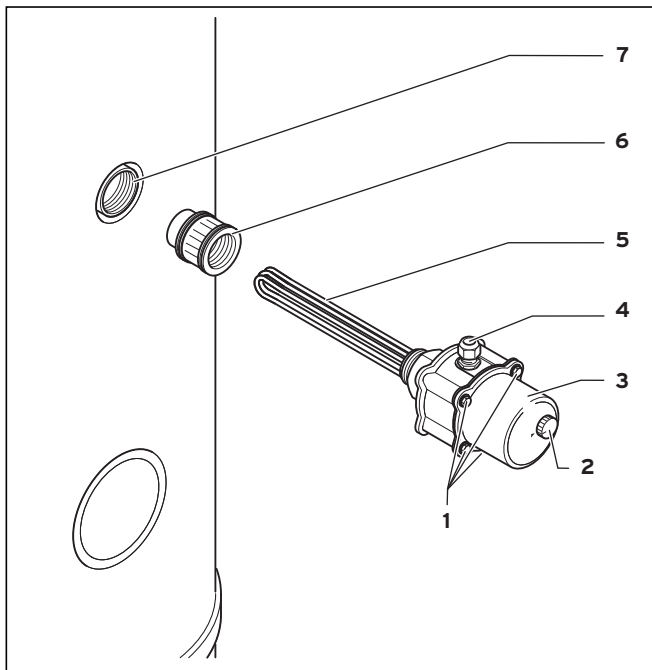
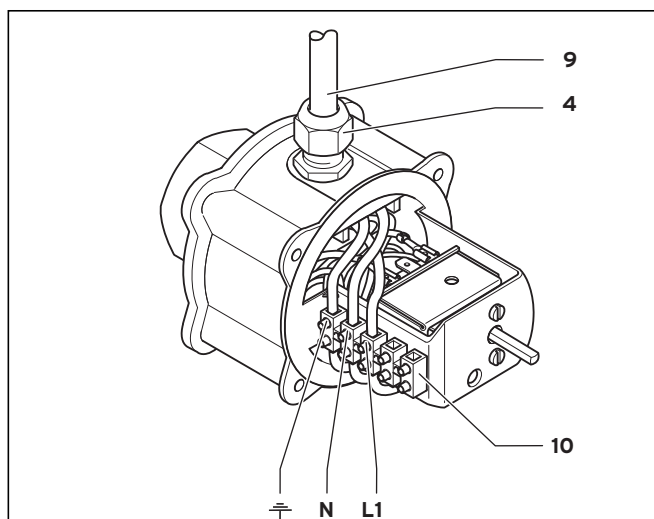
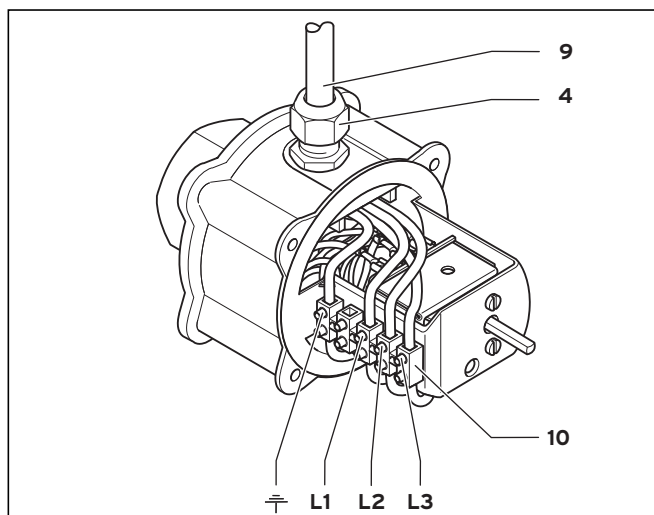

Рис. 1 Установка электронагревательного стержня
Рис. 2 Электромонтаж электронагревательного стержня 230 В
Рис. 3 Электромонтаж электронагревательного стержня 400 В
При выполнении электромонтажа соблюдайте следующий порядок действия (см. рис. 1 – рис. 3):
- Снять кнопку с регулятора (2);
- Ослабить 4 винта с шестигранными головками (1);
- Снять крышку корпуса (3);
- Закрепить кабель (9) с помощью винтового соединения с панцирной резьбой (4);
- Привинтить кабель (9) к клеммной колодке (10) с учетом исполнения, показанного на рис. 2 (230 В) или рис. 3 (400 В);
- Надеть крышку корпуса (3) и закрепить ее с помощью 4 винтов с шестигранными головками (1);
- Надеть кнопку на регулятор (2);